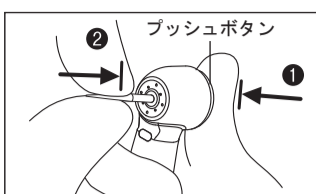

図6
- 2 プッシュボタンを押し、チャックを開きます (①) (図6)。
- 3 バーをチャックの奥にあたるまで挿し込み、プッシュボタンを離します (②) (図6)。